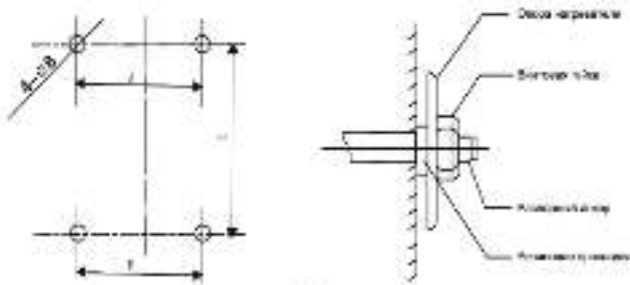

Рис.5
- Произведите разметку отверстий на стене как показано на рис. 5. Затем просверлите 4 отверстия $\varnothing 8$ мм. Забейте в них по одному распорному анкеру $\varnothing 6$ мм (размеры следует подбирать в соответствии с таблицей монтажных размеров).